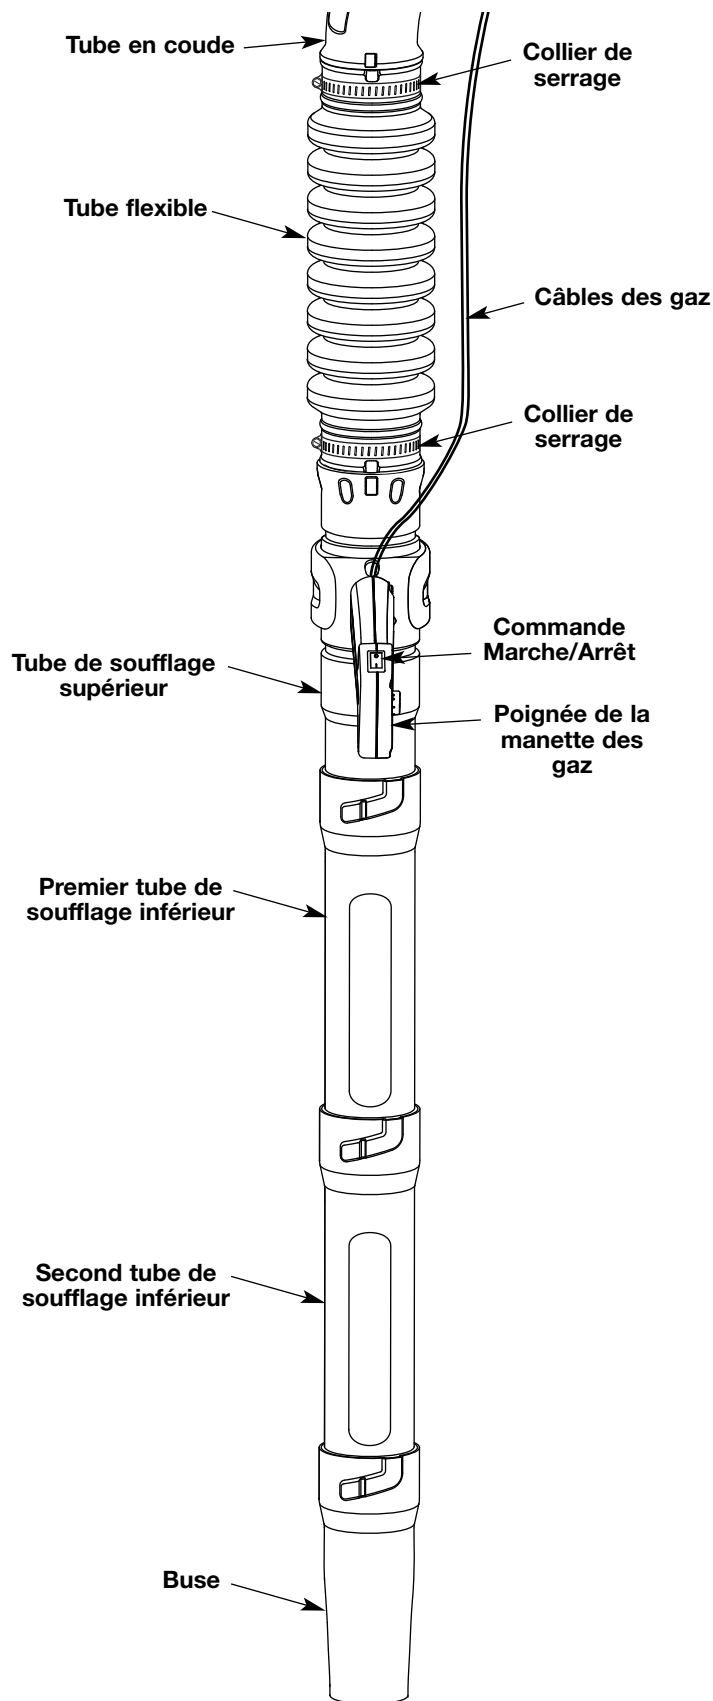

Fig. 6
Le souffleur assemblé devrait ressembler à la figure 6.
4. Versez tout le contenu de la bouteille d'huile dans le carter-moteur (Fig. 6).